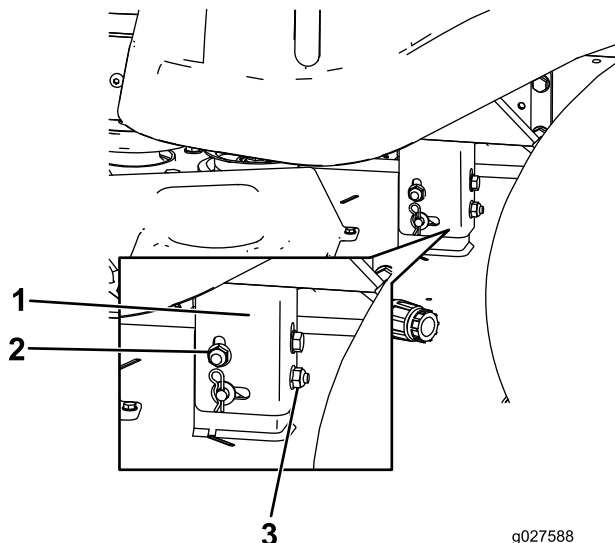

Bild 58
8. Drehen Sie die hintere Mutter, um die linke Seite des Mähwerks anzuheben oder abzusenken (**Bild 58**).